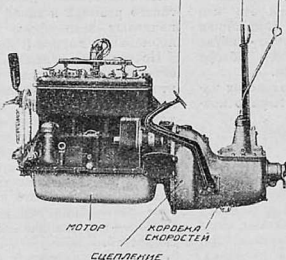

Рис. 4
**А** — моторная группа, состоящая из бензинового двигателя, сцепления и коробки скоростей; на рис. 4 эта группа представлена отдельно и указано расположение перечисленных выше механизмов. Впереди автомобиля расположен прибор **В**, называемый радиатором и служащий для охлаждения воды, пропускаемой через рубашку двигателя для охлаждения его стенок.